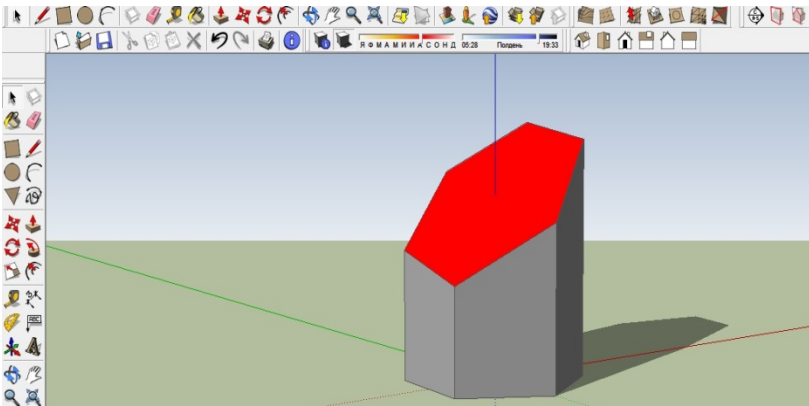

Рисунок 17.1
**Зразки виконання завдання – рис. 17.1, 17.2.**